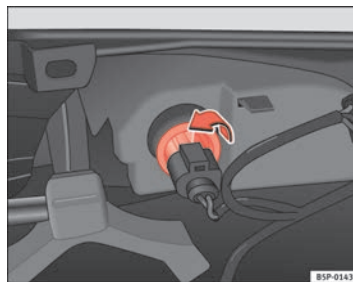

Abb. 195 Leuchte von der Innenseite des Stoßfängers aus gesehen
- Drehen Sie den Lampenträger nach links und nehmen Sie ihn in Pfeilrichtung ab ⇒ Abb. 195. ▶